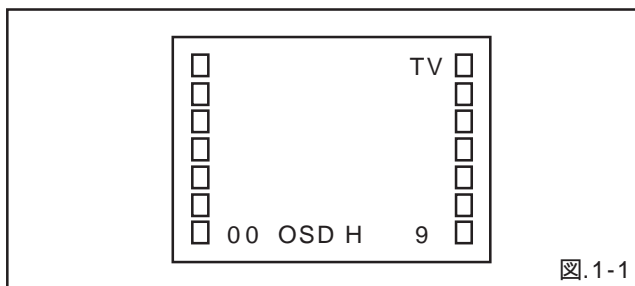

図.1-1
2. 図1-1-Aのようにマスタープレーン(JG022)とリールディスク高さ調整治具(JG024A)をセットします。その時、ドラムに傷を付けないように注意して下さい。
3. 図1-1-Bの様にリールディスクの"A"部がリールディスク高さ調整治具(JG024A)の"B"部より低く"C"部より高い位置にあるか確認して下さい。もし上記を満たさない場合、高さ調整ワッシャーを使用し、 $10(+0.2, -0)$ mmとなる様に調整して下さい。
- セット本体の音量ダウンキーとリモコン送信器のチャンネルキーの(9)を同時に2秒以上押しすと図.1-1の様な調整画面が表示されます。
- テレビモードにて図.1-1の調整画面を出し、リモコン送信器のチャンネルキーを(03)と押し"VIF VCO"を選びます。
3. テレビモードにて図.1-1の調整画面を出し、リモコン送信器のチャンネルキーを(02)と押し"RF AGC"を選びます。
3. テレビモードにて図.1-1の調整画面を出し、リモコン送信器のチャンネルキーを(21)と押し"SEPARATION"を選びます。
2. テレビモードにて図.1-1の調整画面を出します。
5. テレビモードにて図.1-1の調整画面を出し、リモコン送信器のチャンネルキーを(01)と押し"CUT OFF"を選びます。
3. テレビモードにて図.1-1の調整画面を出し、リモコン送信器のチャンネルキーを(05)と押し"H. PHASE"を選びます。
3. テレビモードにて図.1-1の調整画面を出し、リモコン送信器のチャンネルキーを(06)と押し"V. SIZE"を選びます。